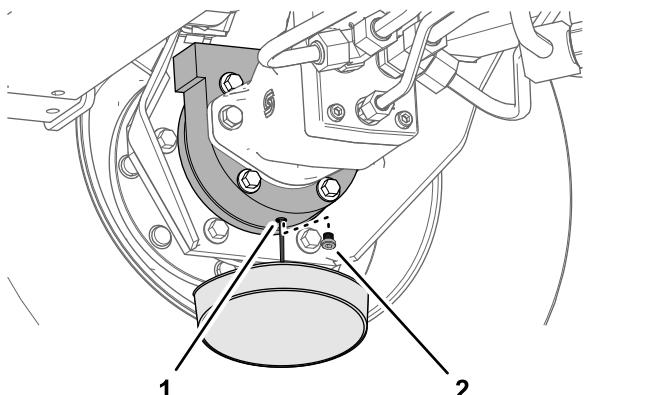

图 63
6. 将放油盘放在制动器箱下面取出排油塞让油完全排出 图 63。